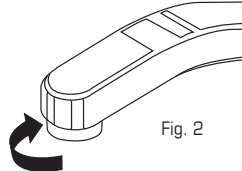

Fig. 2
- Destornille** para quitar el aireador (rejilla metálica) y la arandela del extremo de la llave (Fig. 2).